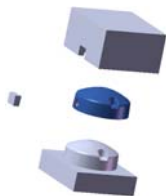

图 10.6.17 移动主型芯
Step2. 单击“移动/复制实体”对话框中的按钮，完成图 10.6.17 所示的主型芯的移动。